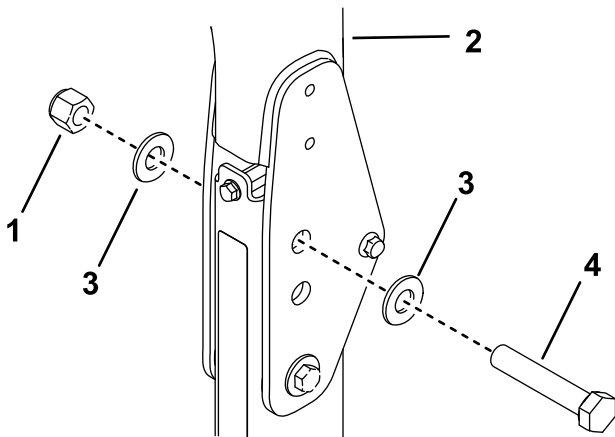

Bild 34
- Legen Sie eine Scheibe (13/16" x 1 1/2") auf jede Schraube (3/4" x 4"), wie in Bild 34 abgebildet.
- Setzen Sie die Schrauben und Scheiben in die Löcher ein, aus denen Sie die Stifte entfernt haben (Bild 34).
- Legen Sie eine weitere Scheibe auf jede Schraube und befestigen sie mit der Mutter (3/4"), wie in Bild 34 abgebildet.